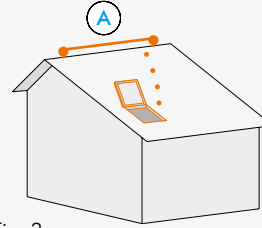

Fig. 3
- **from inside**, through a suitable trapdoor (Fig. 3).
- **Desde el interior**, a través de una trampilla (Fig. 3).